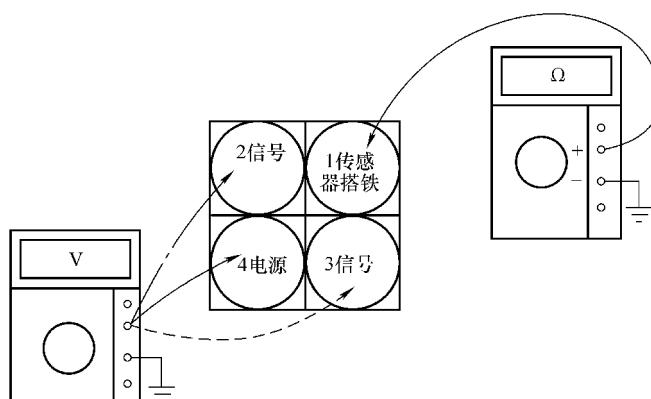

图 4-9 现代 SONATA 传感器的线束测试
1) 曲轴位置传感器的线束检查。以现代 SONATA 汽车光电式曲轴位置传感器为例说明, 如图 4-9 所示。